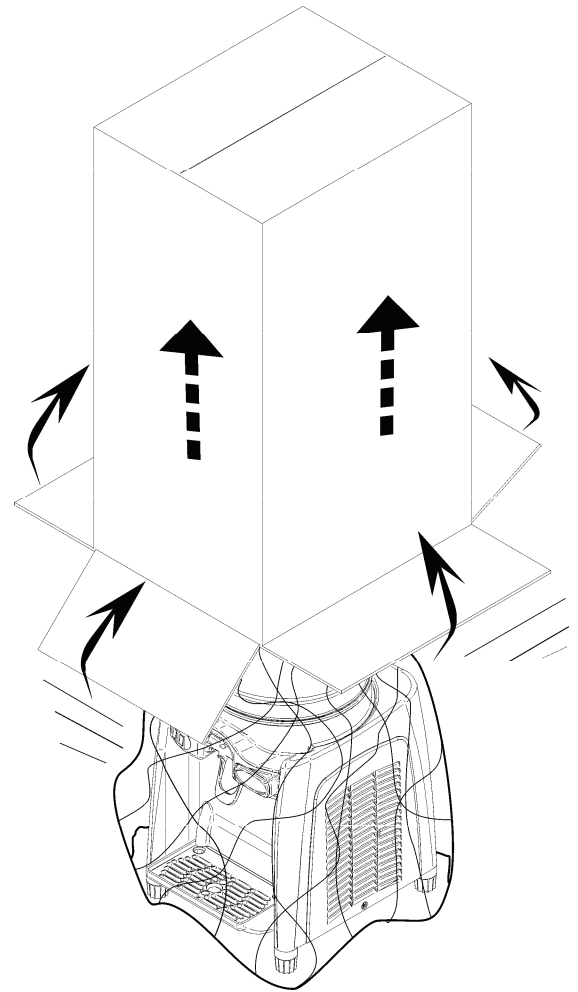
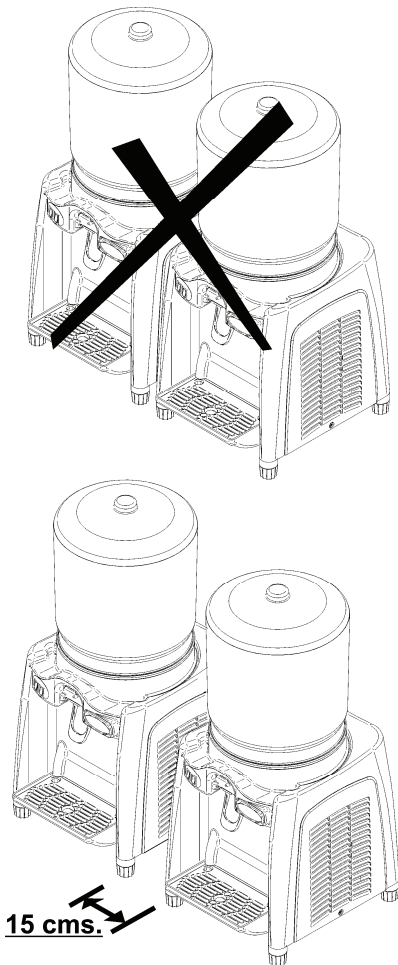

Abbildung 1
Abbildung 2
1. Verpackung entfernen (**siehe Abb. 1**); das Gerät am gewünschten Ort aufstellen und darauf achten, dass es genügend Platz hat, damit eine ausreichende Belüftung gewährleistet ist; stellen Sie sicher, dass sich in einem Abstand von mindestens 20 cm kein anderes Gerät befindet (**siehe Abb. 2**).